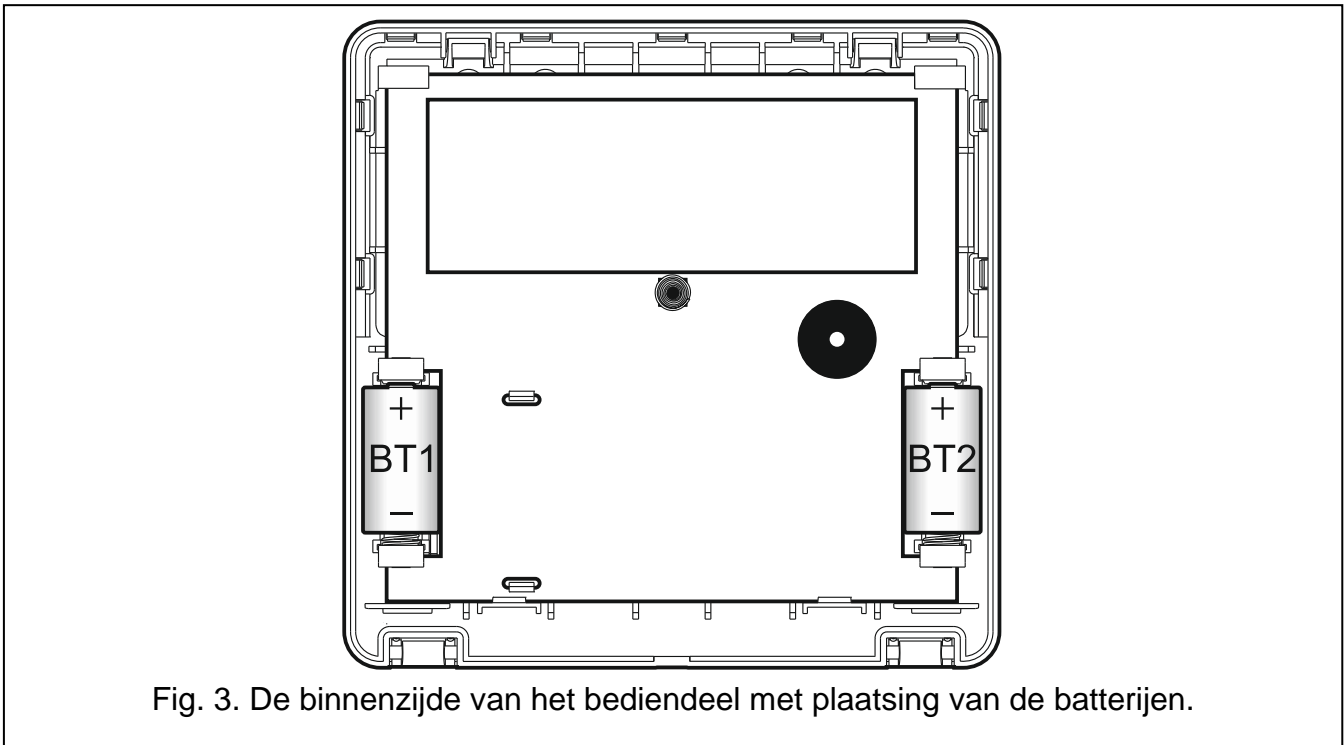

Fig. 3. De binnenzijde van het bediendeel met plaatsing van de batterijen.
- bij het starten van de actieve mode een lage batterij berichtgeving worden weergegeven (in het bericht zal aangegeven worden, welke batterij vervangen dient te worden – zie Fig. 3).